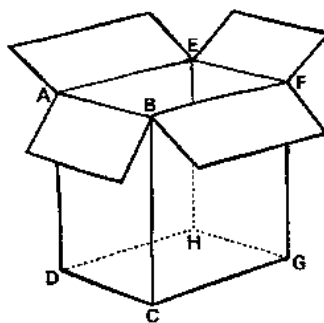

Figure 1
- Choisir une boîte en carton (figure 1) avec une hauteur BC plus grande que la largeur DC. Par exemple, BC=30cm, DC=23cm et CG=25cm.